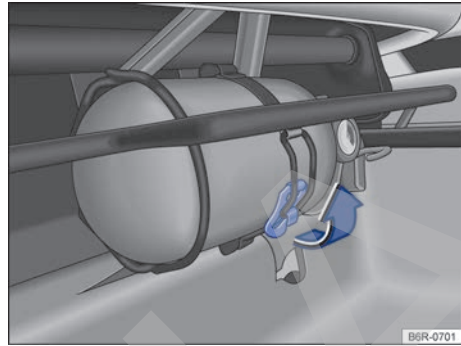

Fig. 126 En el asiento del acompañante: extintor de incendio.
- Soltar la abrazadera de fijación, tirando hacia arriba → fig. 126 en el sentido de la flecha.